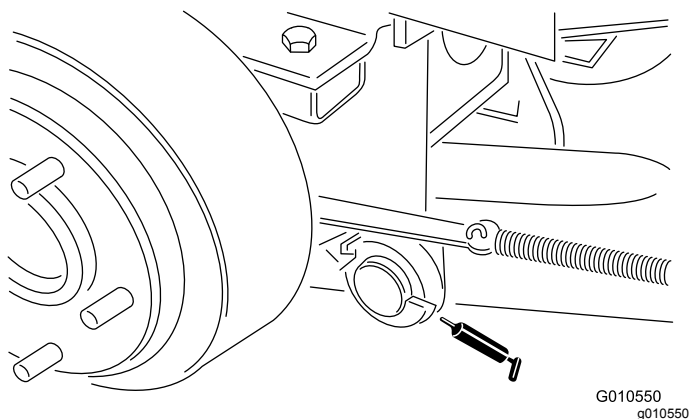

Figure 22
- Pivots de bras de levage arrière (2) (Figure 22)